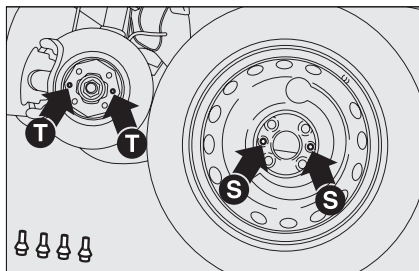

Рис. 7
- установите запасное колесо-докатку, совместив отверстия **S, рис. 7** с соответствующими штифтами **T**;
- Установите колесо, совместив отверстия **S, рис. 7** с соответствующими штифтами **T**;